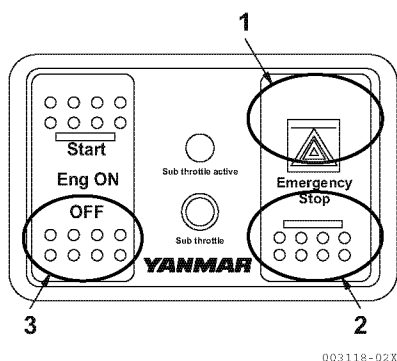

Figure 6
3. Appuyez sur la position OFF (partie inférieure) du commutateur Eng ON (3, **Figure 6**). Normalement, le moteur s'éteint dans les 2 à 7 secondes qui suivent. L'arrêt normal du moteur est plus long car la commande est réglée selon le calage de l'injection de gazole à la position la plus appropriée pour le prochain démarrage.
Appuyez sur la partie supérieure du bouton d'arrêt d'urgence (1, Figure 6) à droite du panneau et le moteur s'éteint aussitôt sans le décalage d'un arrêt normal du moteur. Après l'arrêt, appuyez sur la partie inférieure du bouton d'arrêt d'urgence (2, Figure 6) pour revenir à sa position précédente.
Utilisez ce commutateur en cas d'urgence seulement. Dans des circonstances normales, utilisez le commutateur OFF, Eng ON, Start (3, Figure 6) pour arrêter le moteur.